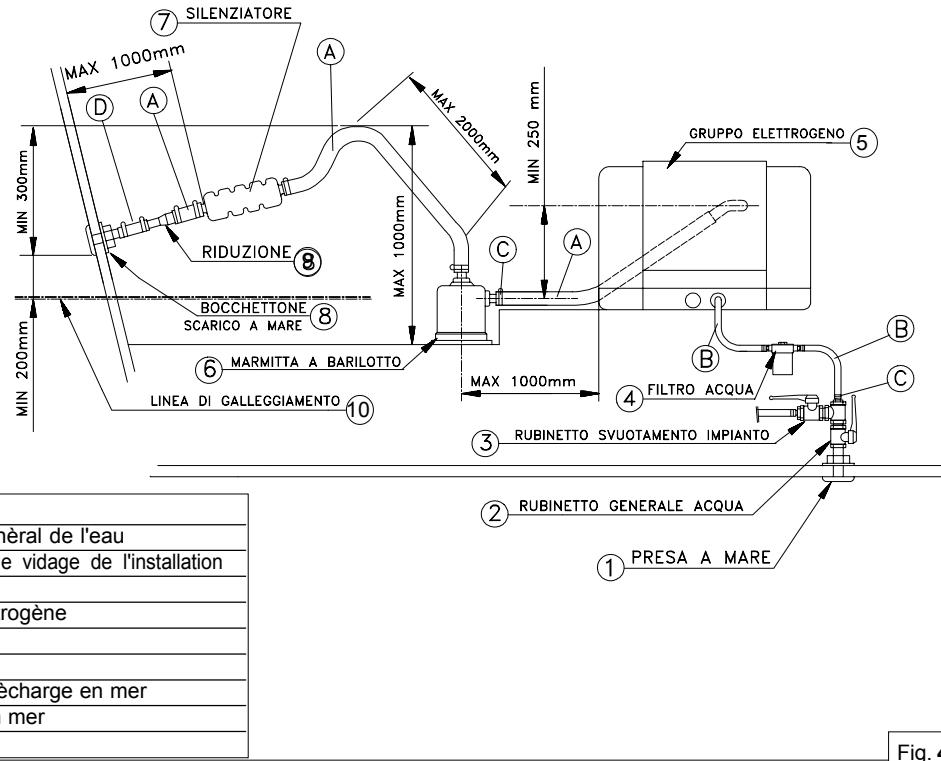

Fig. 4
- 2.2. Tipica installazione di gruppo elettrogeno sopra la linea di galleggiamento (fig. 4)**
2.2. Typical installation with electric generator above the water-line (fig. 4)
2.2. Installation typique avec groupe électrogène au dessus de la ligne de flottaison (fig. 4).
Il est très important de respecter les dimensions indiquées sur les figures 4 et 5.